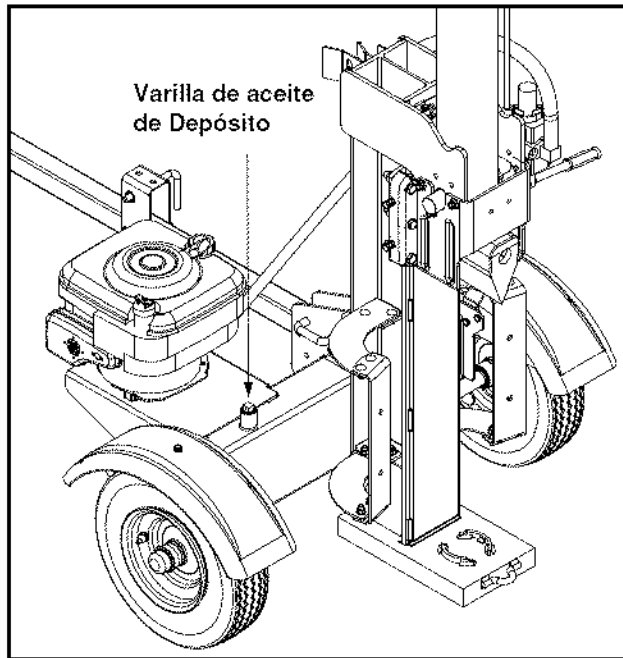

Figura 5
- Quite la varilla de aceite de depósito expresada, que es localizada delante del motor sobre la cima del tanque de depósito. Ver la Figura 5.